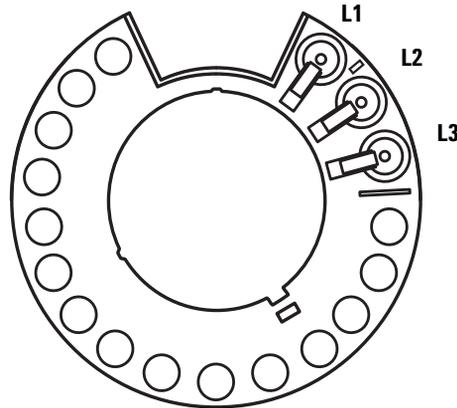

Abb. 108 Übertragungskarussellpositionen L1, L2, L3 (Ansicht von oben)
- Entfernen Sie alle Fläschchen von den Übertragungskarussellpositionen L1, L2 und L3 in beiden Türmen (Abb. 108).